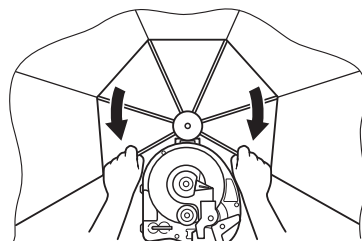

Fig. 19
(2) Abra completamente el protector tirando de los brazos tal como se muestra abajo, hasta que se escuche un clic. (Fig.19)